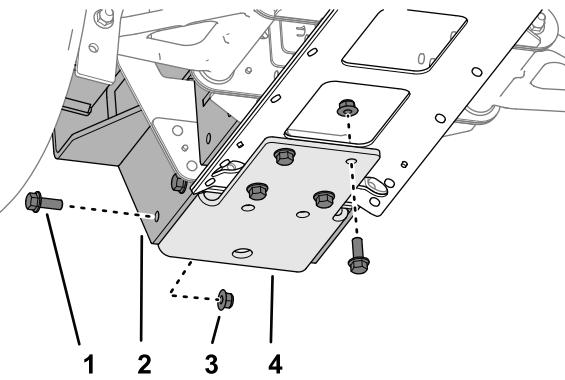

Figura 52
1. Montate, senza serrarla, la staffa inferiore, il supporto del raccattapalle e la piastra del canale centrale come illustrato nella Figura 52 con 8 bulloni flangiati ($\frac{3}{8}$ " x 1") e 8 dadi di bloccaggio flangiati ($\frac{3}{8}$ "').
3. Rimuovete gli 8 bulloni flangiati ($\frac{3}{8}$ " x 1"), gli 8 dadi di bloccaggio flangiati ($\frac{3}{8}$ ") e la staffa inferiore e il supporto del raccattapalle dalla macchina (**Figura 52**).